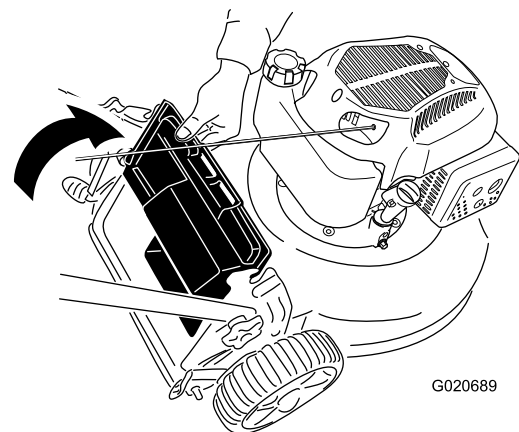

Figure 22
2. Soulevez le déflecteur arrière et maintenez-le dans cette position (Figure 22).